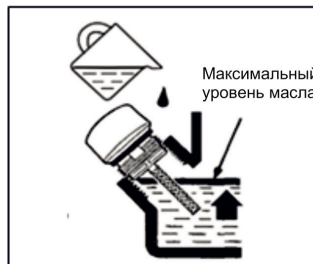

Рис. 13
3. Через маслосливную горловину залейте моторное масло в картер двигателя до уровня нижней кромки маслосливной горловины (Рис. 13);